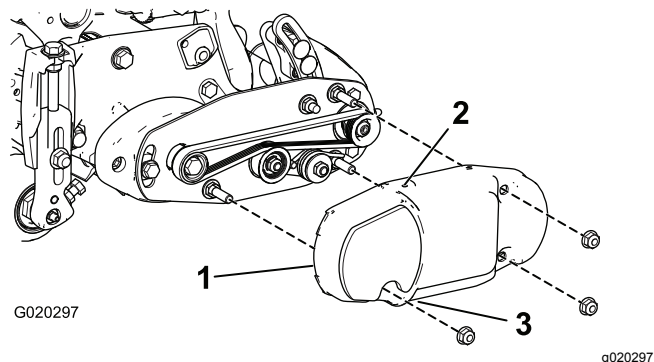
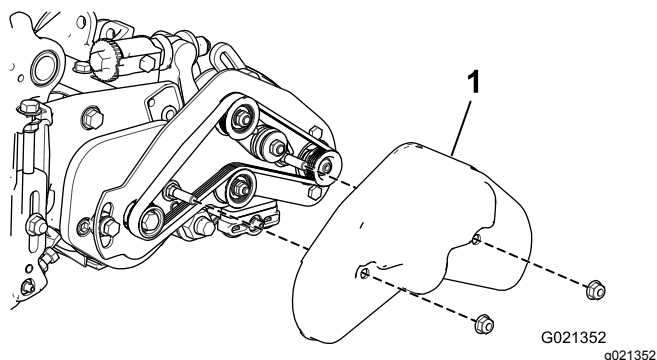

図 26
図 27
40. ベルトカバーを取り付けボルトにセットし、フランジナット2個で固定する図 26 と図 27。